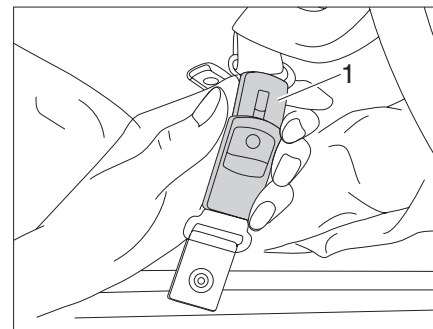

Bild 44 Sicherungsgurt schließen
- ▶ Sicherungsgurte (Bild 44,1) schließen.